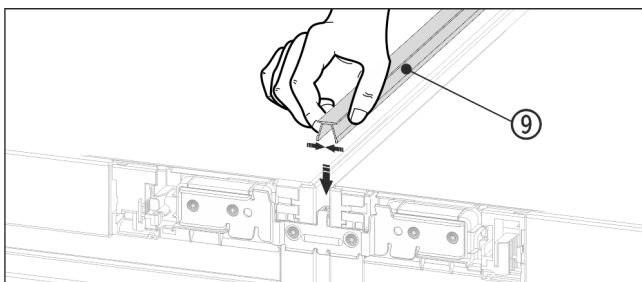

Fig. 20
- ▶ En la parte superior, presione el listón embellecedor Fig. 20 (9) corto para introducirlo en la ranura horizontal.